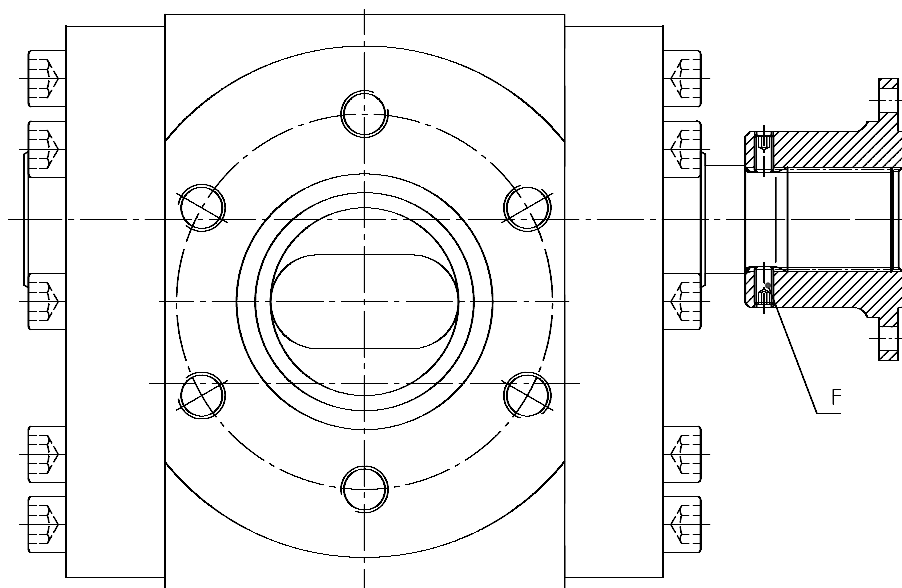

Рисунок 5.7 Приводной вал extrex® и стандартная втулка
- Зафиксируйте втулку при помощи винтов F (рисунок 5.7).